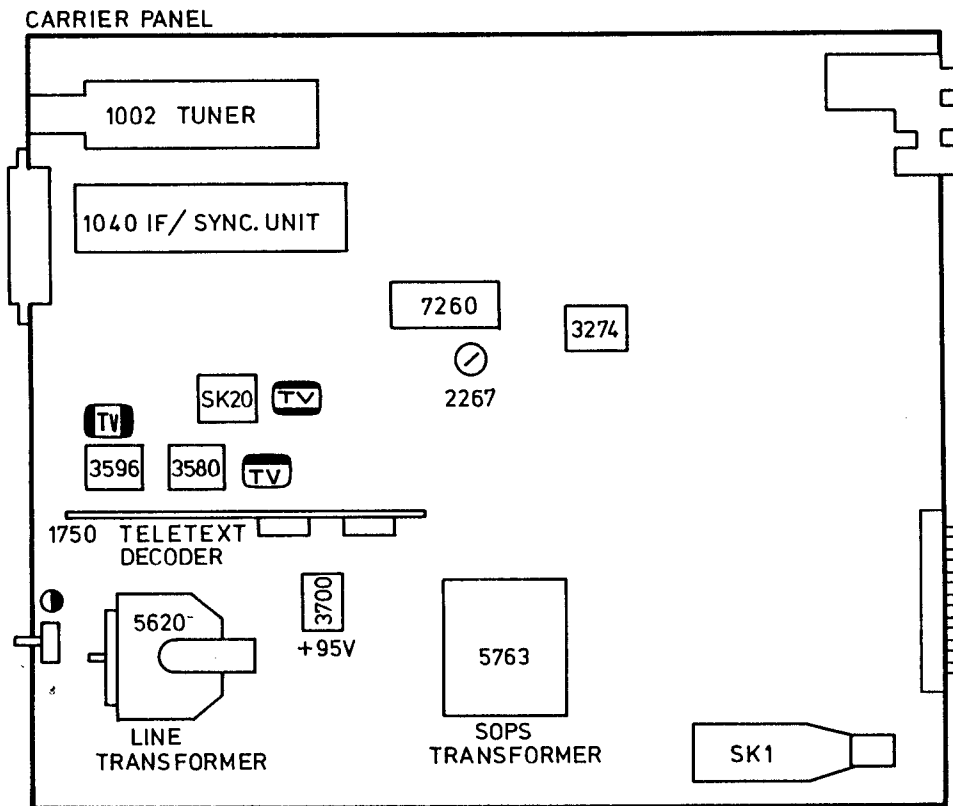

Fig. 4
A. EINSTELLUNGEN AM CHASSIS (BILD 4)